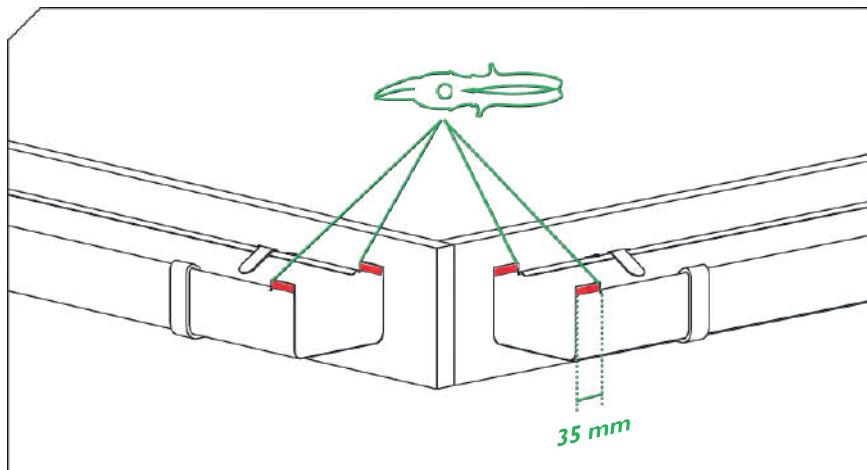

Рисунок 14
5.3. Сделайте надрезы на задних и передних стыках желобов на расстоянии 35 мм от конца и загните их вертикально. (рисунок 14)